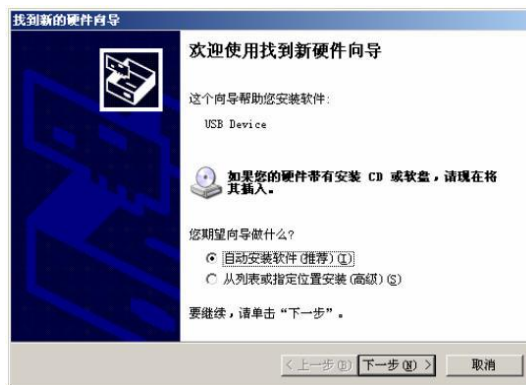

图 3.1 新硬件驱动安装向导
- B. 文件复制完成后，此时将 MiniPCleCAN-II 智能型 MiniPCle 接口 CAN 卡与 PC 机正确连接；Window 将检测到新硬件，自动启动“发现新硬件”向导程序，点击“下一步”继续。如图 3.1 所示。